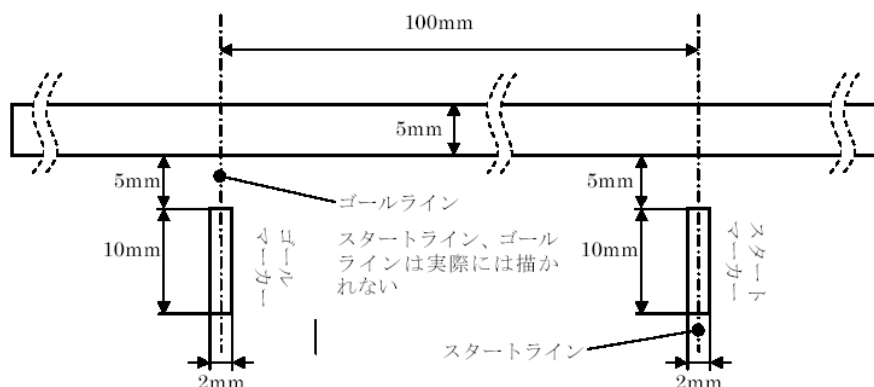

図3 コースの概要およびスタートマーカー、ゴールマーカーの形状
- 4-4 スタートラインおよびゴールラインは周回コース直線部分に存在し、ゴールラインはスタートラインの後方 100mm とする。コースの進行方向右側のスタートラインおよびゴールライン上にはスタートマーカーおよびゴールマーカーが白色で示されている。スタートラインおよびゴールライン上にはスタートゲートおよびゴールゲートが置かれている。各ゲートの内のは幅 50mm、高さ 50mm とする。ゲート間をスタート・ゴールエリアと呼ぶ。（図3、4、5参照）